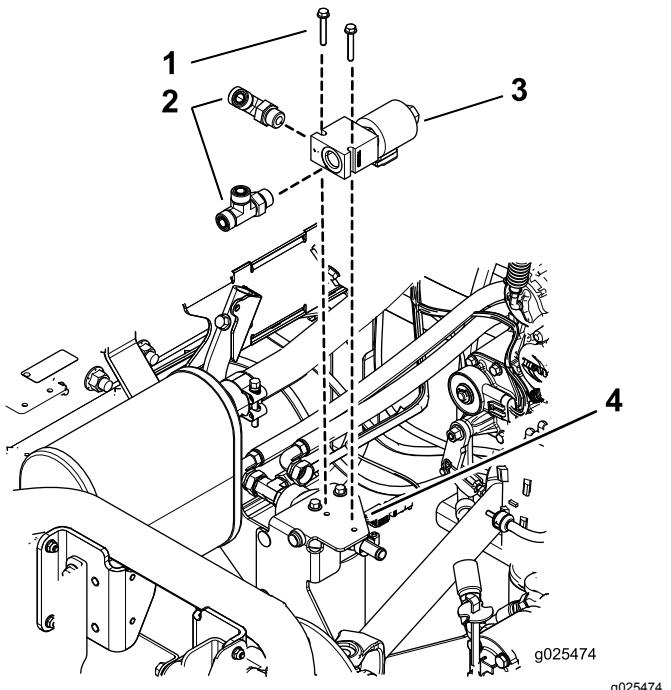

図 8
1. マニホールドにT字フィッティングを仮付けする図 8。
2. フレームブラケットにマニホールドを取り付けるフランジボルト $\frac{1}{4} \times 1\frac{1}{8}$ " 2本を使用する図 8。